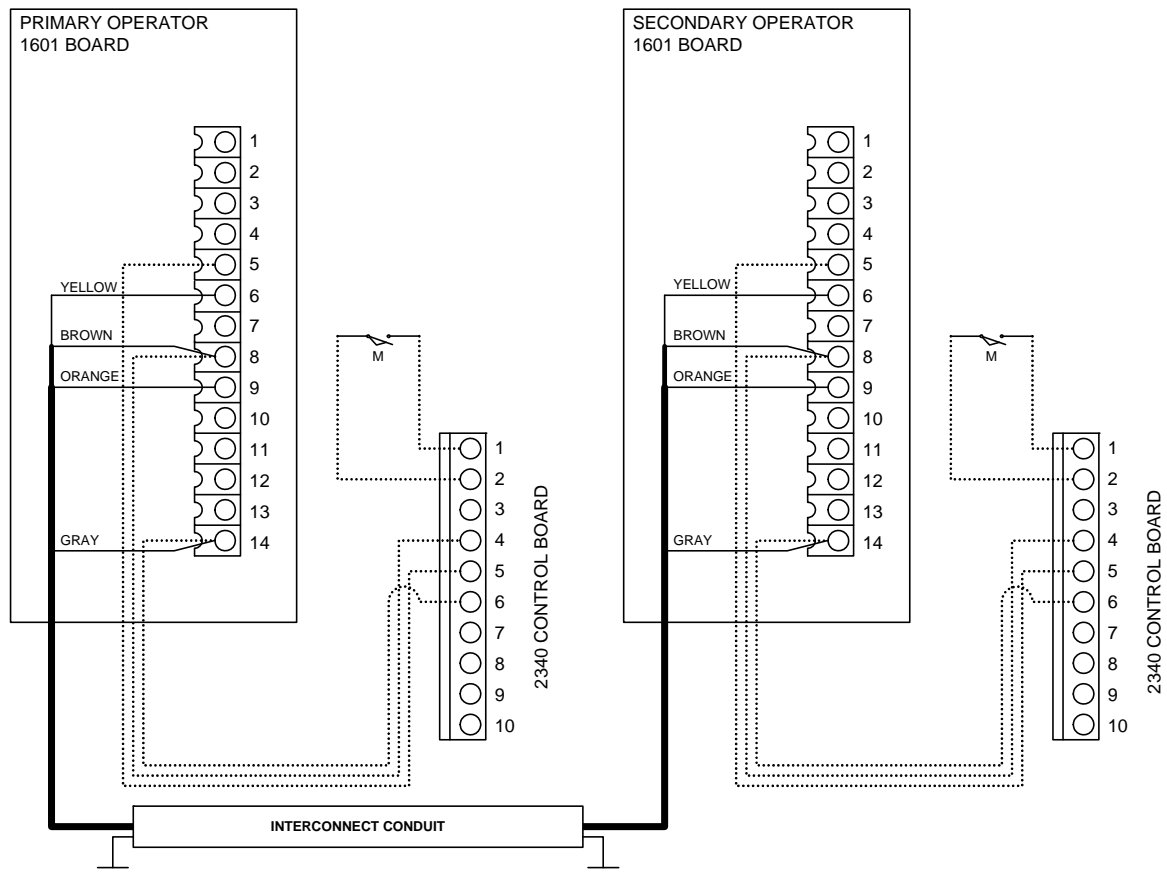

Figura 10
- Sistemas de puerta de barrera utilizan dos operadores principales para los sistemas de las puertas de barrera duales. Instale el cableado de los operadores de puerta de barrera según lo demostrado en la Figura 10. El código de color demostrado asume el uso del cable de la interconexión de DoorKing. Pida la pieza número 2600-755 (30 pies), 2600-756 (40 pies), 2600-757 (50 pies).